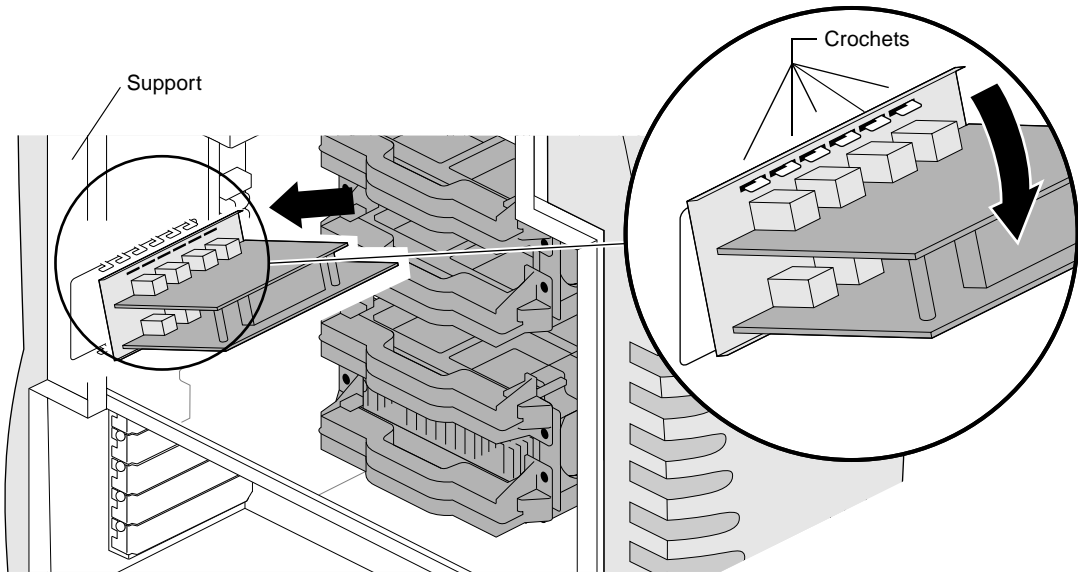

Figure 5-17 Installation de la carte d'extension Silicon Graphics SD1100
- Repérez les orifices situés au-dessus des connecteurs sur la carte Silicon Graphics SD1100. Les crochets du châssis sont ensuite introduits dans ces orifices afin de maintenir la carte en place (voir Figure 5-17).